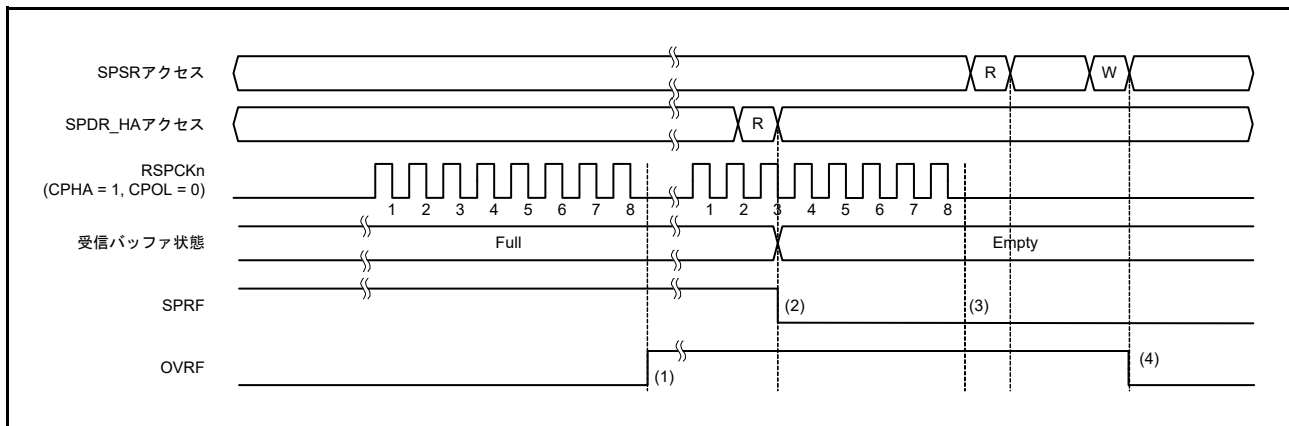

図 30.28 OVRF フラグおよび SPRF フラグの動作例
図 30.28 に、OVRF フラグと SPRF フラグの動作例を示します。図 30.28 に記載の SPSR アクセスと SPDR/SPDR_HA アクセスは、それぞれ SPSR、SPDR/SPDR_HA レジスタへのアクセス状況を示しています。“W” は書き込みサイクル、“R” は読み出しサイクルを示しています。この例では、SPCMD0.CPHA ビットが 1、SPCMD0.CPOL ビットが 0 の設定で、SPI が 8 ビットのシリアル転送を実行しています。RSPCKn 波形の下に記載した数字は RSPCK サイクル数 (= 転送ビット数) を示しています。
以下に、図 30.28 の (1) ~ (4) に示したタイミングでのフラグ動作を説明します。
- (1) SPRF フラグが 1 (受信バッファフル) の状態でシリアル転送が終了すると、SPI がオーバーランエラーを検出し、OVRF フラグを 1 にします。SPI はシフトレジスタのデータを受信バッファにコピーしません。また、SPPE ビットが 1 であってもパリティエラーの検出は行いません。
- (2) SPDR/SPDR_HA レジスタを読み出すと、SPI は受信バッファのデータを出力します。その後、SPRF フラグが 0 になります。受信バッファが空になっても、OVRF フラグは 0 になりません。
- (3) OVRF フラグが 1 (オーバーランエラー発生) の状態でシリアル転送が終了した場合には、SPI はシフトレジスタのデータを受信バッファにコピーしません (SPRF フラグは 1 になりません)。受信バッファフル割り込みも発生しません。また、SPPE ビットが 1 であってもパリティエラーの検出は行いません。オーバーランエラー発生状態で、SPI がシフトレジスタから受信バッファへ受信データをコピーしなかった場合でも、シリアル転送が終了すると、SPI はシフトレジスタが空であると判定します。これにより、送信バッファからシフトレジスタへのデータ転送が可能な状態になります。
- (4) OVRF フラグが 1 の状態で SPSR レジスタを読んだ後、OVRF フラグに 0 を書くと、OVRF フラグは 0 になります。